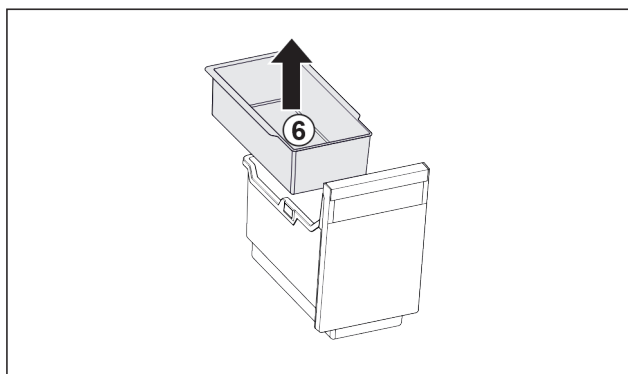

Fig. 101
- ▶ Wyjąć półkę zawieszoną Fig. 101 (6).